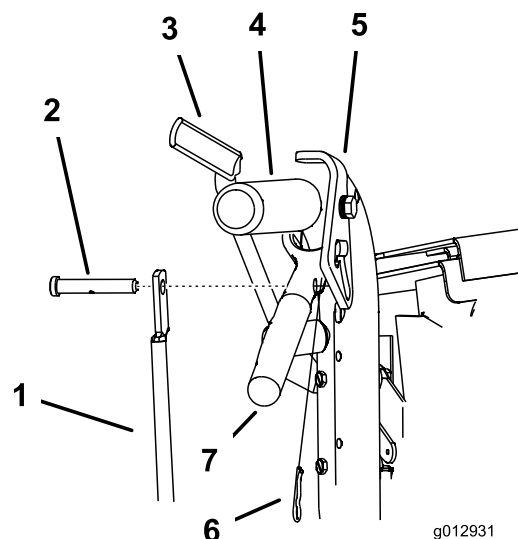

Figure 14
1. Retirez les goupilles fendues et les axes de chape des leviers de déplacement et des verrous du point mort (Figure 14).
5. Ajustez la longueur de la tige de commande en la tournant dans sa fixation (Figure 14).
6. Posez une goupille fendue entre les leviers de déplacement et les verrous de point mort, et dans les axes de chape (Figure 14).